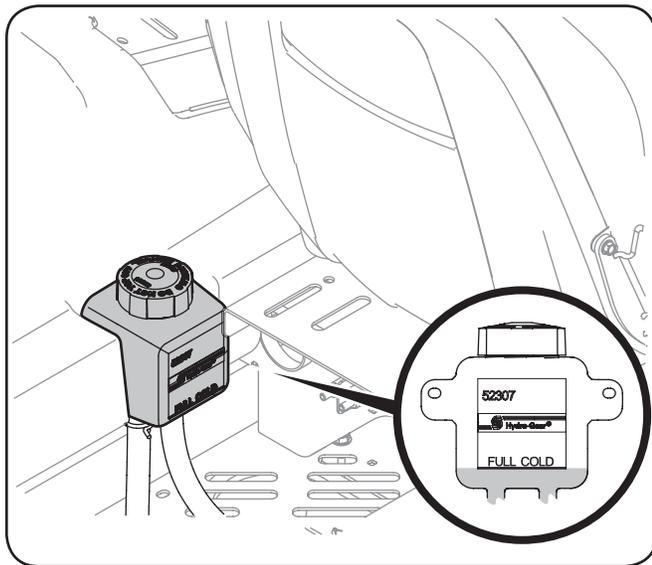

Figure 6-6
1. Basculez le siège du conducteur vers l'avant et nettoyez le bouchon du réservoir et la zone autour du bouchon afin que les débris ne contaminent pas l'huile. Voir Figure 6-6.
2. Tournez le bouchon dans le sens anti-horaire pour le retirer, puis vérifiez le niveau d'huile. Il doit y avoir de l'huile au fond de la cuvette, cependant le niveau d'huile NE doit PAS dépasser la marque PLEIN FROID (FULL COLD). Voir Figure 6-6. NE REMPLISSEZ PAS CE RÉSERVOIR.